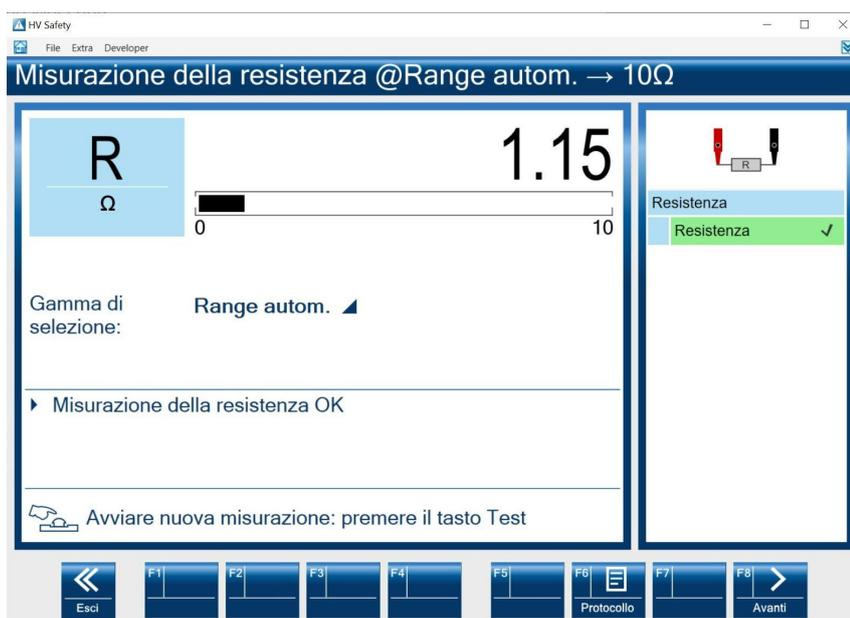

Fig. 3-7
6. Viene rappresentato il risultato di misurazione, vedere Fig. 3-7.